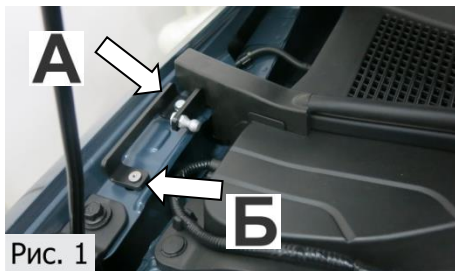

Рис. 1
1. Торцевой головкой №10 выкрутить болт (А) крепления крыла. Установить кронштейн крыла, совместив штифт (Б) с отверстием в крыле. Зафиксировать кронштейн болтом М6х20 с шайбой 6. Торцевой головкой №10 затянуть болт с усилием 9 Нм, (Рис.1).